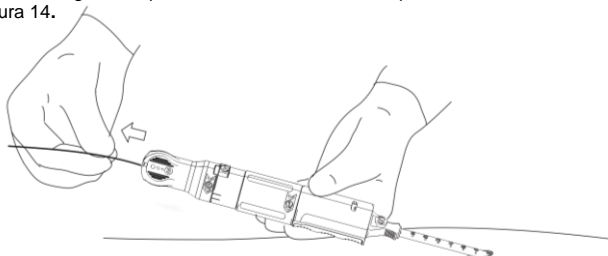

Figura 14. Remoção do fio-guia.
- Localize o indicador marcado com "3" e retire o fio-guia completamente do doente e do dispositivo de encerramento PerQseal®. A remoção do fio-guia pode ser realizada por um assistente. Figura 14.